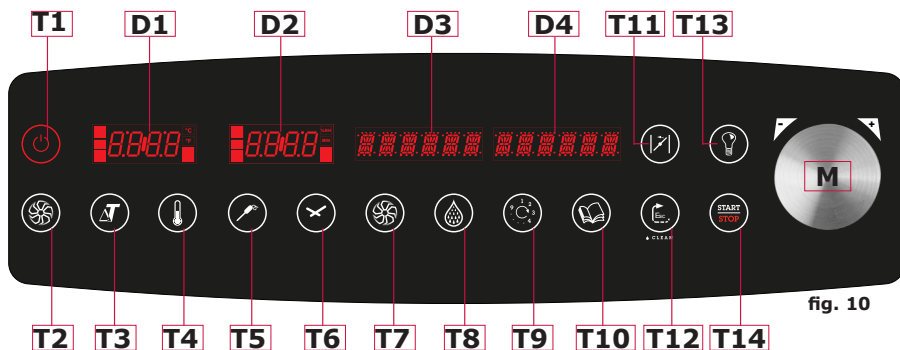

fig. 10
Mediante la rotación del pomo **M (fig. 10)** se puede regular el valor de la función deseada (por ej. aumentar o disminuir la temperatura / tiempo / humedad ..). La confirmación del valor introducido se realiza mediante la presión del pomo **M (fig. 10)** o con la presión de la tecla correspondiente.
**Nota: Mediante la presión del pomo M (fig. 10) se pueden silenciar las alarmas.**
Después del apagado del horno mediante la presión prolongada del interruptor principal **T1 (fig. 10)** el grifo de interceptación del agua colocado delante del aparato se debe cerrar. En el momento del apagado del horno puede suceder que la ventilación del vano técnico